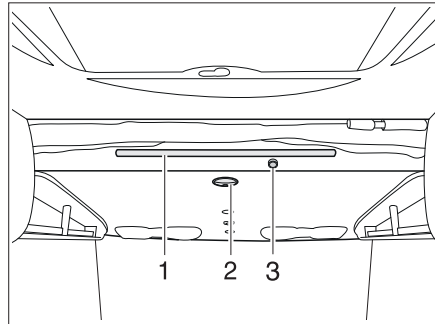
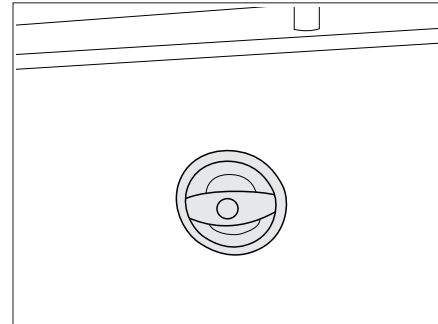

Fig. 129 Lit escamotable manuel
Fig. 130 Poignée du lit escamotable
- Tourner la poignée noire (Fig. 129,2 et Fig. 130) à la face inférieure du lit pour défaire le verrouillage.
- Tirer le lit escamotable à deux mains vers le bas par la barre de maintien (Fig. 129,1), en exécutant une courbe, jusqu'à ce qu'il s'encliquette de façon perceptible.
- Pousser sur le bouton à la face avant du lit escamotable (Fig. 129,3) pour déverrouiller le sommier à lattes escamotable.
- Tirer à deux mains sur la barre de maintien (Fig. 129,1) pour agrandir la surface du lit.